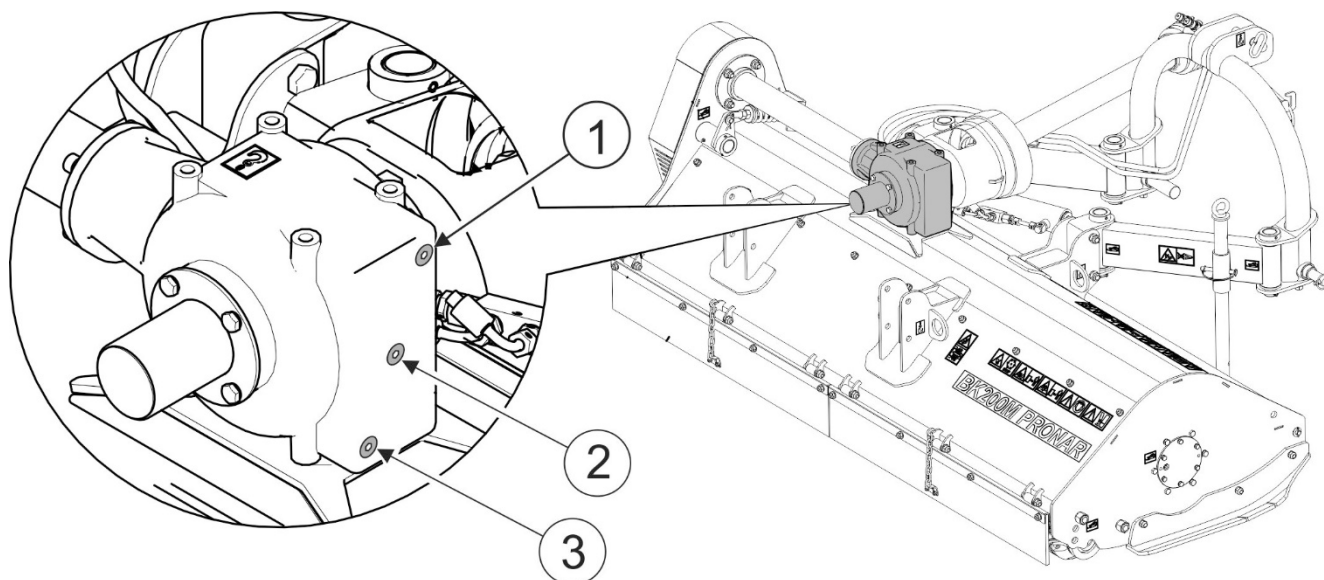

РИСУНОК 5.5 Проверка и замена масла в угловой передаче
- отвинтить контрольную пробку (2) (РИСУНОК 5.5),
- уровень масла должен достигать нижнего края отверстия контрольной пробки (2),
- в случае необходимости долейте масло до нужного уровня через заливное отверстие (1),